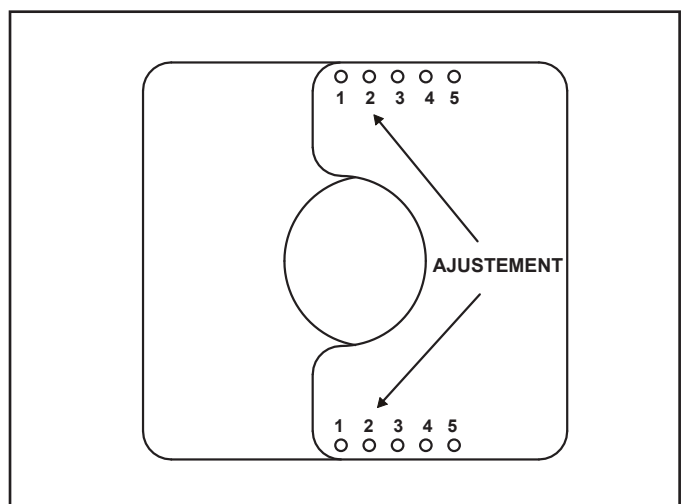

Figure 4.17 Mettre en place le réducteur d'évacuation
3. Le réglage pour les modèles MEZZO36-C, MEZZO48-C, MEZZO60-C et MEZZO72-C est de 64 mm (2,5 po), ou 2-2. Alignez les trous marqués « 2 » de la pièce numérotée du réducteur d'évacuation avec le trou de l'autre morceau du réducteur. Voir la figure 4.17. Alignez les pièces du réducteur d'évacuation avec les trous de guidage à l'intérieur de la chambre de la boîte à feu. Utilisez deux vis autotaraudeuses de 1/2 po pour fixer le réducteur de conduit à l'écran thermique de la boîte à feu.
2. Le réglage pour les modèles MEZZO36ST-C, MEZZO48ST-C, MEZZO60ST-C et MEZZO72ST-C est de 64 mm (2,5 po), ou 2-2. Alignez les trous marqués « 2 » de la pièce numérotée du réducteur d'évacuation avec le trou de l'autre morceau du réducteur. Voir la figure 4.17. Centrez le réducteur d'évacuation sur le conduit et fixez en place avec deux vis autotaraudeuses de 1/2 po.